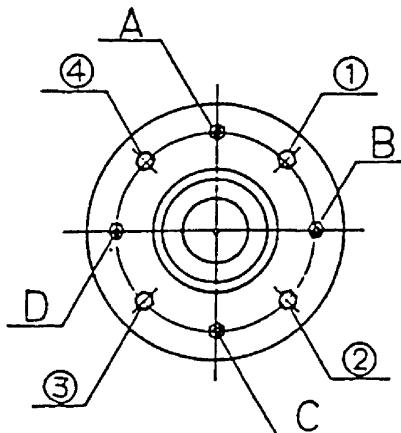

図 9-4
9.3.4 ドラムの芯出し調整 (図 9-4)
- 主軸ベアリングケースを止めている取付けボルト及びナット 4箇所(A～D)と、調整ボルト及びナット 4箇所(①～④)で調整します。(図 9-4)
- 例えば、ドラムの口金を機械正面より見て右に寄せたい場合、③,④と A,C,D のナットを少し緩め、③,④のボルトをドラムの口金を見ながら締め込みます。
- 調整が終わったら、③,④と A,C,D のナットを締め込みます。
後方へ抜いてください。(図 9-4)